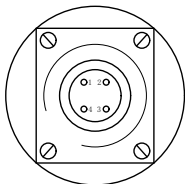

图 3
2) 型式 II 传感器 (电流供电) 接插件插脚排列见图 3, 插脚电气定义见下: